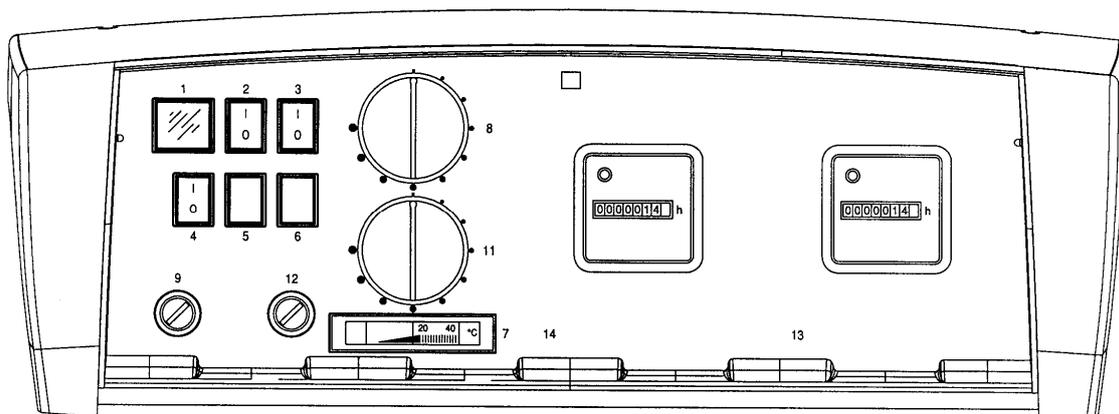

Fig. 2
4.5.2 PANNELLO COMANDO OPZIONALE STELT DUAL (Fig. 2)